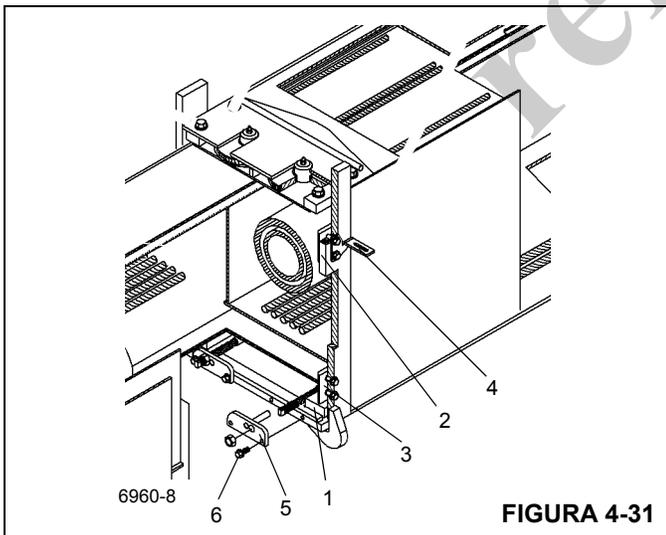

FIGURA 4-31
10. Levante la parte delantera del conjunto e instale las almohadillas de desgaste delanteras inferiores (1) en las cavidades de la sección central interior (Figura 4-31).
11. Instale las almohadillas de desgaste laterales superiores (2) e inferiores (3) en la sección central interior usando dos tornillos en cada una. En el lado superior izquierdo, fije la escuadra de montaje (4) con el tornillo de la almohadilla de desgaste inferior (Figura 4-31).
12. Fije las placas de anclaje de cables de retracción de la sección de extremo (5) a la parte delantera de la sección central interior con dos pernos en cada una (6) (Figura 4-31).